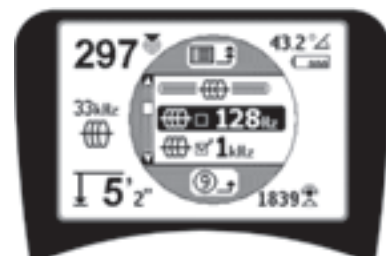

Fig. 14: Fremhævelse af en ønsket frekvens (128 Hz)
2. Brug pil op og ned, og fremhæv den ønskede frekvens (fig. 14). I dette eksempel aktiverer operatøren frekvensen 128 Hz.